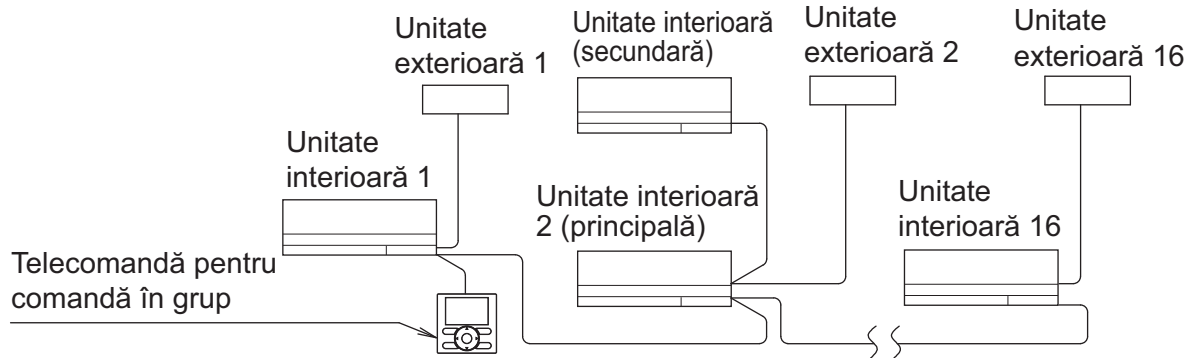

Fig. 28
- La utilizarea ca unitate pereche sau ca unitate principală pentru funcționare simultană multiplă, puteți porni/opri simultan controlul (de grup) până la 16 unități cu telecomanda. **(Consultați Fig. 28)**